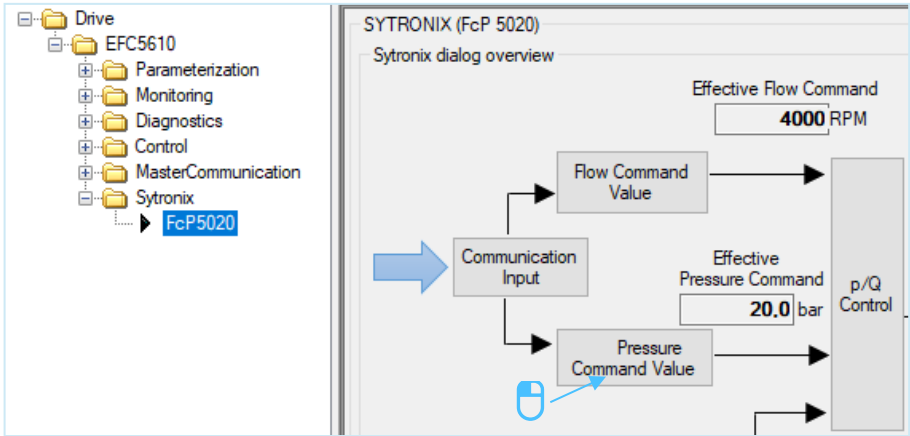

图 22: 固定压力给定 1/2
- 1. 按 "压力给定"（请参见 图 22: 固定压力给定 1/2）。